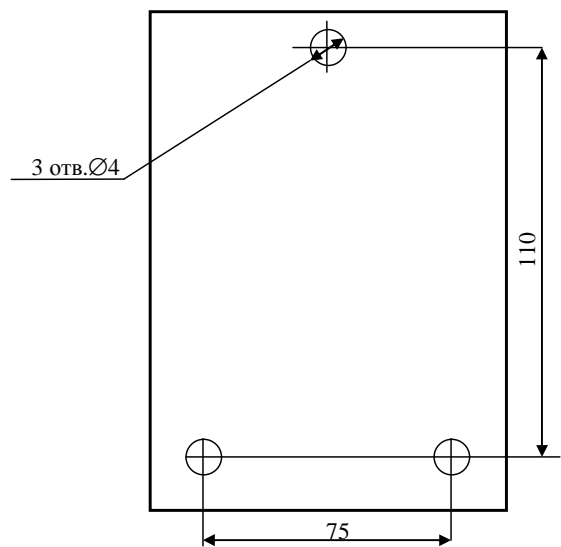

Рисунок 4. Разметка крепления УЭВ исп.2
- Произведите разметку крепления по рис.4 и закрепите УЭВ к поверхности тремя шурупами. При этом необходимо предусмотреть место для вывода кабеля связи из задней крышки УЭВ.